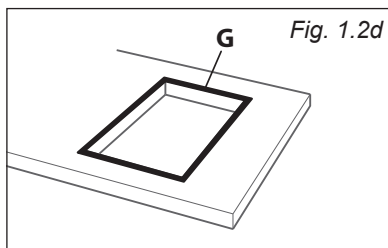

Fig. 1.2d
- Modelli in fig. 1.1, 1.2, 1.3, 1.5, 1.9, 1.10, 1.11 a pag. 27, 28: stendere la guarnizione "G" attorno ai bordi dello spacco nel mobile, facendo in modo che le giunzioni si sovrappongano agli angoli (fig. 1.2d, 1.2e).